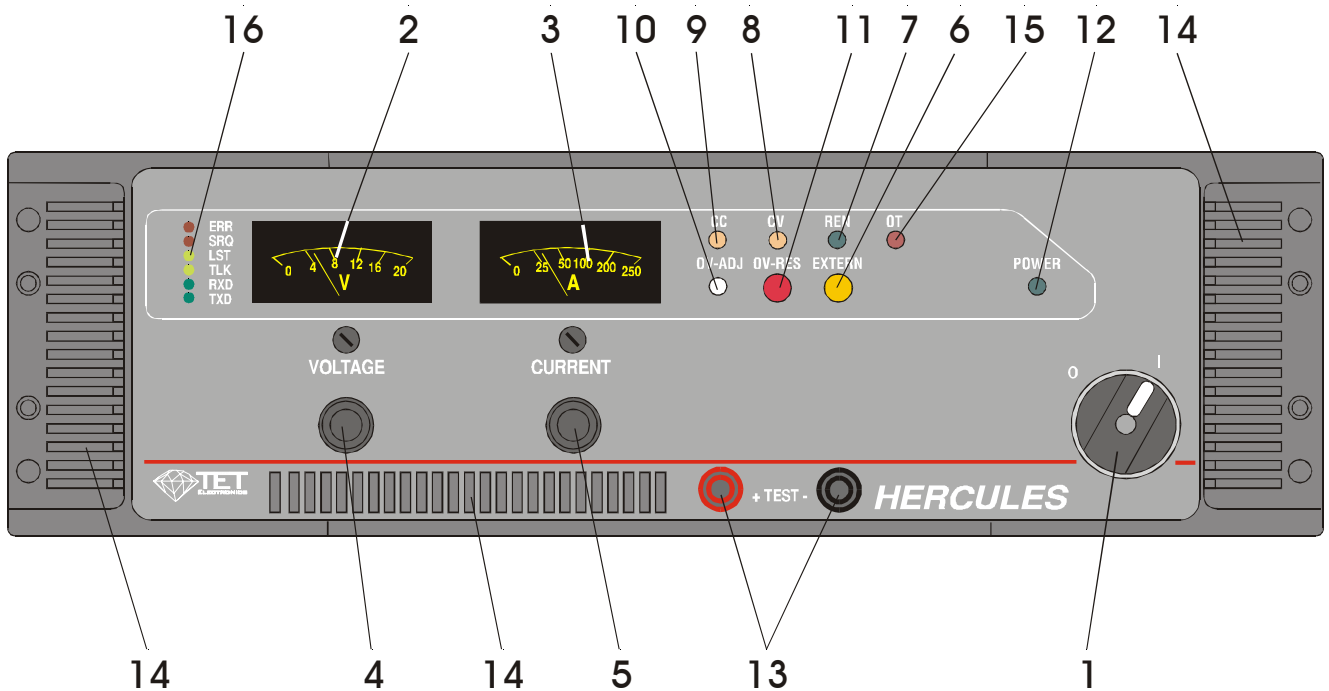

Abb. 3/1
- Abb. 3/1-1 Netzschalter
- Abb. 3/1-2 Ausgangsspannungsanzeige
- Abb. 3/1-3 Ausgangsstromanzeige
- Abb. 3/1-4 Spannungseinstellpotentiometer (10-Gang)
- Abb. 3/1-5 Stromeinstellpotentiometer (10-Gang)
- Abb. 3/1-6 Extern- / Intern-Schalter und Extern-Anzeige mit LED
- Abb. 3/1-7 Remote Enable-Anzeige
- Abb. 3/1-8 LED-Anzeige für Konstantspannungsbetrieb (CV)
- Abb. 3/1-9 LED-Anzeige für Konstantstrombetrieb (CC)
- Abb. 3/1-10 Einstellpotentiometer der OV-Ansprehschwelle
- Abb. 3/1-11 Überspannung (OV) Reset-Taste und Überspannungsschutzanzeige mit LED
- Abb. 3/1-12 Power-ON-Anzeige
- Abb. 3/1-13 Ausgangsspannungstestbuchsen
- Abb. 3/1-14 Belüftungsschlitze
- Abb. 3/1-15 Übertemperatur (OT) Anzeige
- Abb. 3/1-16 Opt.34 Statusanzeige
④ Schalten Sie den Netzschalter an der Frontseite (Abb.3/1-1) ein.
④ Stellen Sie mit dem Spannungs-Einstellpotentiometer „VOLTAGE“ (Abb.3/1-4) die gewünschte Ausgangsspannung an den Lastklemmen ein. An der Ausgangs-Spannungsanzeige (Abb.3/1-2) lesen sie den Istwert der Ausgangsspannung ab.
Bei Netzgeräten mit Zeigerinstrumenten empfiehlt sich der Anschluß eines geeigneten Digitalvoltmeters an die Testbuchsen an der Frontseite (Abb. 3/1-13). Der Spannungswert ist dann genauer einstell- und ablesbar.
- ④ *Schalten Sie das Netzgerät aus. Verbinden Sie die Lastklemmen (Abb.4/1-2) an der Geräterückseite (Kurzschluß der Lastklemmen). Schalten Sie das Netzgerät ein. Stellen Sie mit dem Stromeinstellpotentiometer „CURRENT“ (Abb.3/1-5) den gewünschten Maximalstrom nach Ausgangs-Stromanzeige (Abb. 3/1-3) ein.*
- ④ *Schalten Sie das Netzgerät aus. Entfernen Sie die Verbindung zwischen den Lastklemmen. Schließen Sie Ihren Verbraucher an und schalten Sie dann das Netzgerät wieder ein. Stellen Sie die gewünschte Ausgangsspannung mit dem Spannungs-Einstellpotentiometer (Abb.3/1-4) nach Ausgangsspannungsanzeige (Abb. 3/1-2) ein.*
Würde durch die eingestellte Ausgangsspannung nach dem Ohmschen Gesetz ein höherer Laststrom fließen als der eingestellte Maximalstrom, geht das Gerät automatisch in den Konstantstrombetrieb über, erkennbar am Leuchten der gelben LED „CC“ (Abb.3/1-9).